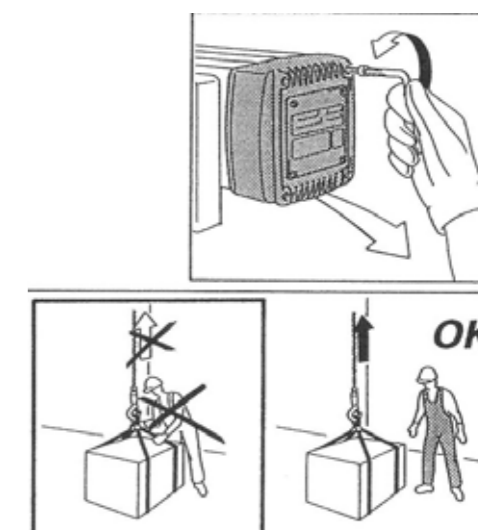

fig.102
6. Svitare completamente le quattro viti del coperchio del riduttore e rimuovere quest'ultimo. (fig.102)